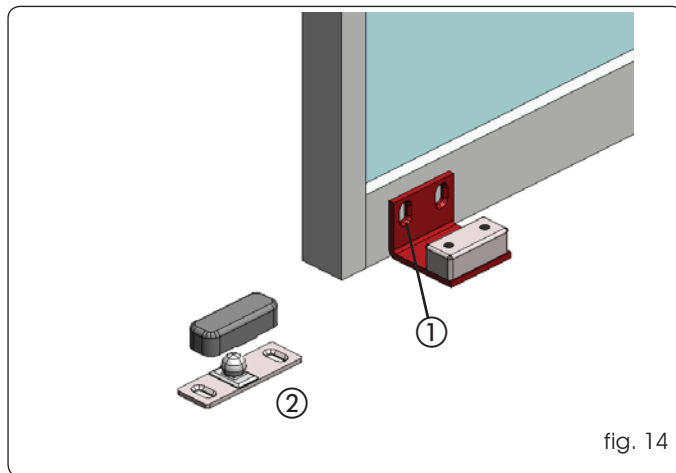

fig. 14
- Fije los patines como se indica en la fig. 14 ref. ① utilizando los adecuados tornillos.
- Fije directamente el patín al pavimento, como se indica en la fig. 14 ref. ② utilizando tacos y tornillos adecuados.